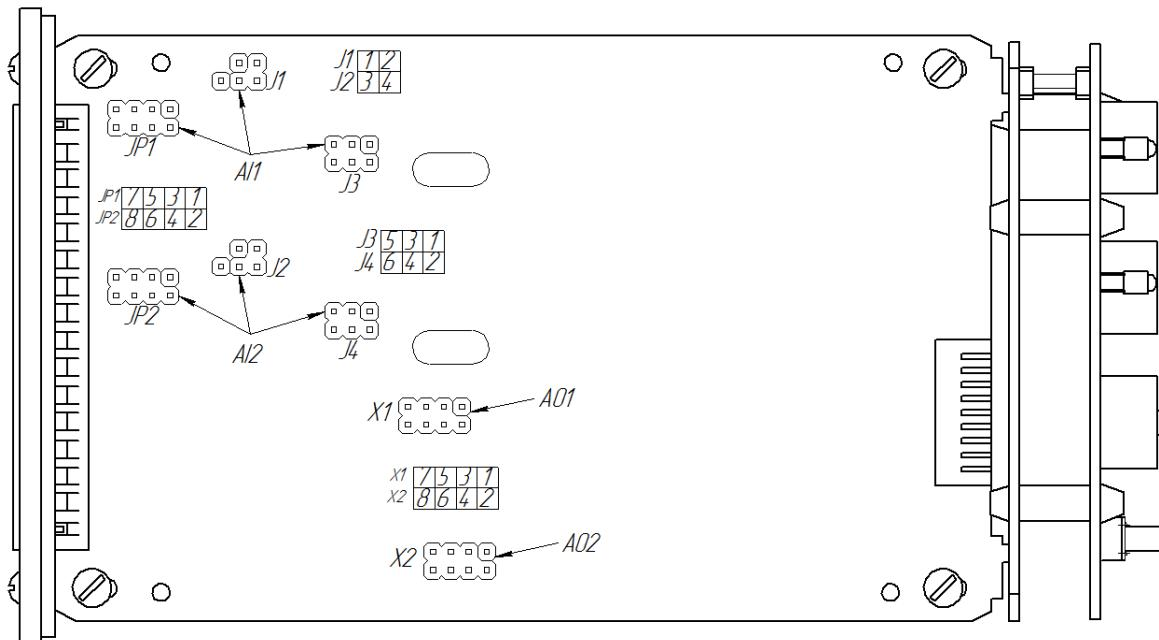

Рисунок 4.9.1 – Положение перемычек на плате входов
- установить положение перемычек на модуле универсальных входов в положение согласно выбранного типа входного сигнала (таблица 4.9.1, рисунок 4.9.1).
Диапазон аналоговых выходов АО1 и АО2, настраивается перемычками X1 и X2 (см. рисунок 4.9.1) на модуле универсальных входов/выходов. Типы выходного сигнала и соответствующие положения перемычек приведены в таблице 4.9.2.